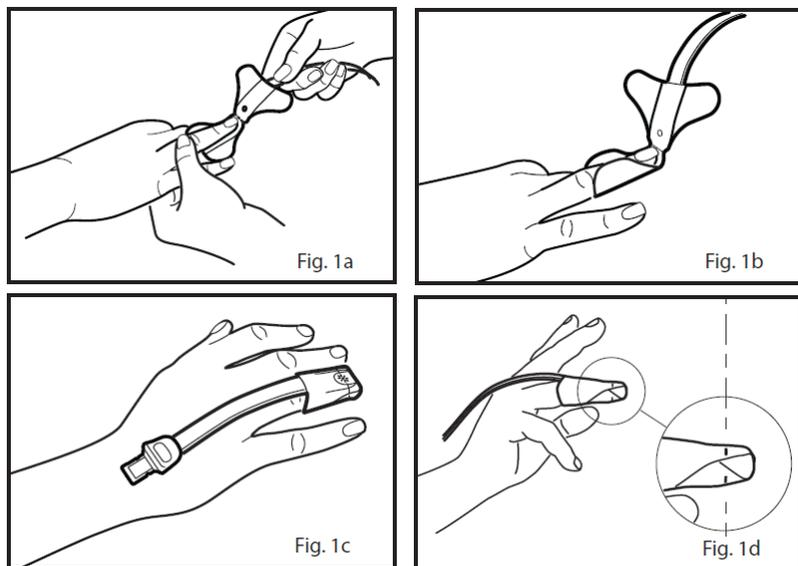

Fig. 20 RD SET Sensor Anwendung für Pädiatrie 10-50 kg
- 2 Siehe Bild 1a in Fig. 20: Richten Sie den Sensor so aus, dass der Detektor zuerst platziert werden kann. Legen Sie die Fingerspitze auf die gestrichelte Linie, wobei der fleischige Teil des Fingers den Fingerumriss und das Detektorfenster bedeckt.
- 3 Siehe Bild 1b in Fig. 20: Drücken Sie die Klebeflügel, einen nach dem anderen, auf den Finger. Um genaue Daten zu erhalten, muss das Detektorfenster vollständig abgedeckt werden.
- 4 Siehe Bild 1c in Fig. 20: Falten Sie den Sensor über den Finger, so dass das Sendefenster (roter Stern) über dem Fingernagel liegt. Befestigen Sie die Flügel nach unten, einen nach dem anderen, um den Finger.
- 5 Siehe Bild 1d in Fig. 20: Bei richtiger Anwendung sollten Sender und Detektor vertikal ausgerichtet sein (die schwarzen Linien sollten übereinstimmen). Positionieren Sie sie bei Bedarf neu.